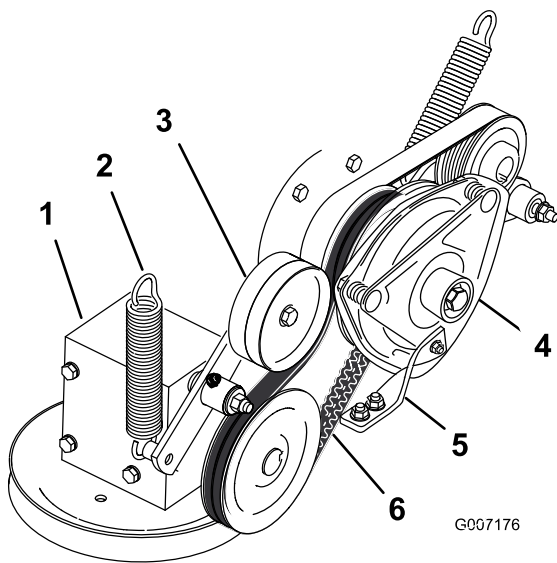

Bild 63
4. Entfernen Sie die Feder vom Spannarm (Bild 63).
7. Verlegen Sie den neuen Zapfwellen-Treibriemen um die Kupplungs- und Getriebespannscheibe (Bild 63).
9. Haken Sie die Feder wieder in den Spannarm ein (Bild 63).